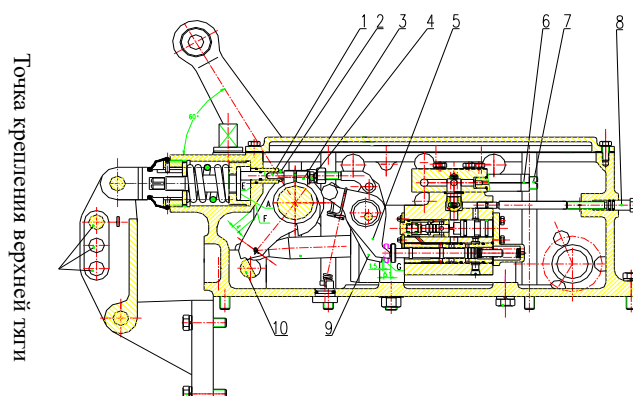

Рис. 5-16 Регуировка Усилия/Регуировка Положения Подъемника
5.3.9.2 Уровень регулирования усилия подъемника и регулировка положения регулировочного кулачка (Рис. 5-16)